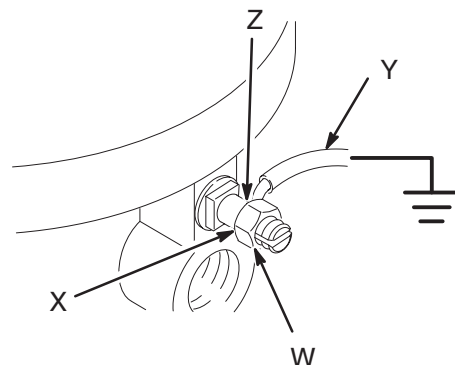

Fig. 1
- **Bomba:** utilizar una abrazadera y un cable de conexión a tierra. Vea la Fig. 1. Afloje la tuerca de apriete (W) y la arandela (X) de conexión a tierra. Introduzca un extremo de un cable de conexión a tierra (Y) de un mínimo de 1,5 mm² en la ranura de la orejeta (Z) y apriete la tuerca firmemente. Conecte el otro extremo del cable a una tierra verdadera. Cable de conexión a tierra y abrazadera, ref. pieza 237-569.